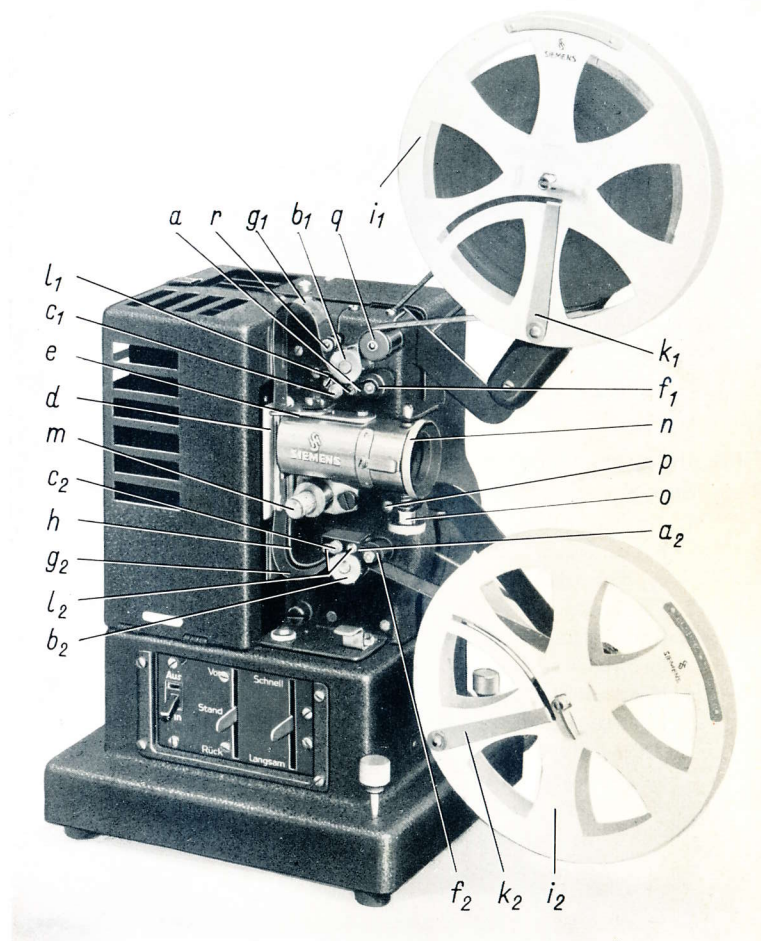
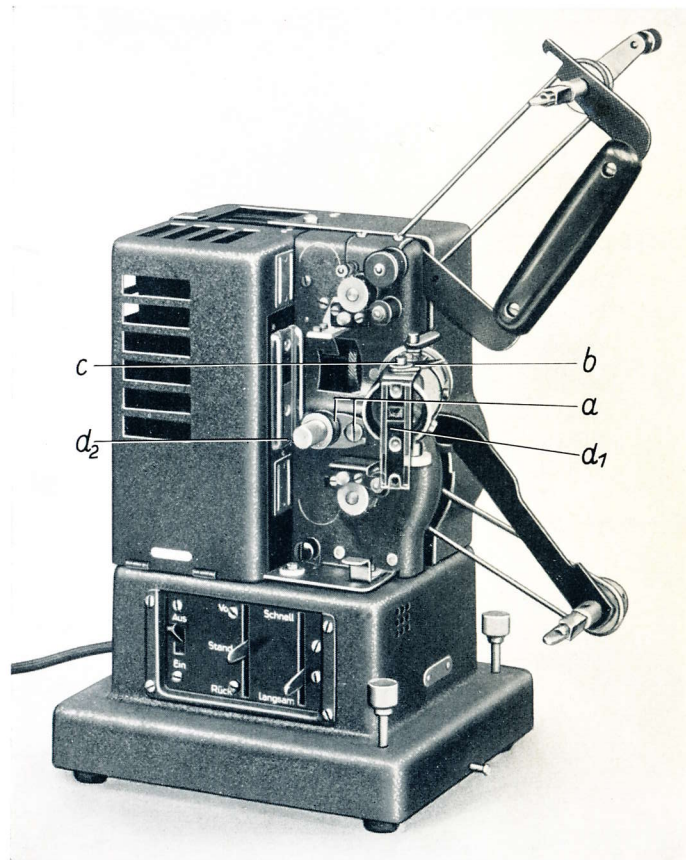

Bild 6. Projektor mit eingelegtem Film.
Bild 9. Projektor mit abgeschwenktem Objektivträger.
1. Andruckrollenhalter (a, a₂ in Bild 6) von Zahntrommeln (b₁, b₂) abdrücken bis zum Einrasten, dabei auf Auslöseknöpfe (c₁, c₂) drücken.
Fein: Drehen des Rändelrings (n in Bild 6).
Die zwischen zwei aufeinanderfolgenden Filmbildern liegende Trennungslinie, der Bildstrich, durch Drehen an der Bildstricheinstellschraube (o in Bild 6) aus der Bildfläche herausbringen.
2. Bildstrich einstellen, durch Drehen am Greiferknopf (m in Bild 6).
Unterer Spulenträger: Auf Auslöseknopf (p in Bild 6) drücken, Spulenträger dabei halten, damit er nicht auf das Gehäuse prallt.
Filmkanal durch Umlegen des Hebels (e in Bild 6 und b in Bild 9) öffnen und den Objektivträger niederdrücken, bis Stift (c in Bild 9) von der Bohrung am Projektor frei ist und Objektiv ausschwenken.
Nach etwa 8 Betriebsstunden durch rote Marken gekennzeichnete 13 Ölstellen (a in Bild 9, 10 und 11) mit Autowinteröl ölen.